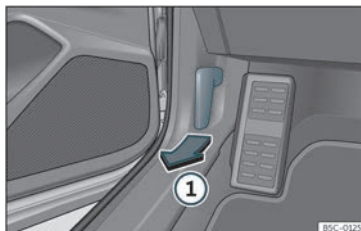

Fig. 212 Palanca de desbloqueig a l'espai reposapeus del conductor.
- Obriu la porta i estireu la palanca que hi ha sota del tauler d'instruments»» fig. 212 ①.